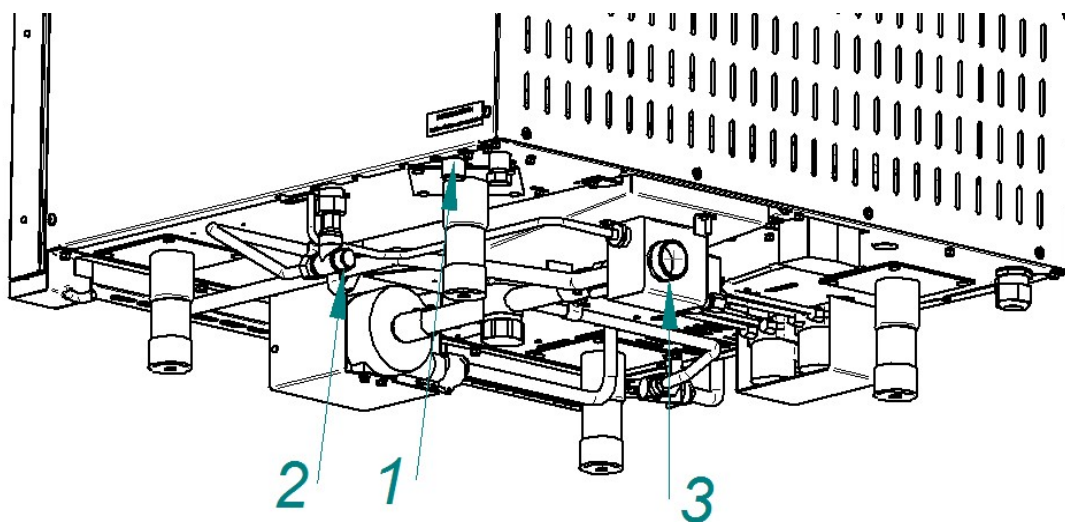

Рис. 3. Подключение к системе водоснабжения
- G3/4 наружная резьба (рис.3 поз.1) – парогенератор. Подключать через водоумягчительную установку (водородно-ионного обмена) или фильтр воды. Рекомендуется использовать фильтр BRITA PURITY C300 Quell ST.
- G1/2" наружная резьба (рис.3 поз.2) – душевое устройство и охлаждение коллектора. Допускается подключать к неподготовленной воде.
- используя шланг из комплекта поставки, подключить пароконвектомат к системе канализации (рис. 31). Шланг подключить к штуцеру с наружной резьбой G1¼" (рис.3 поз.3). Подключение к канализации выполнить с разрывом струи не менее 20мм от верха приемной воронки (СНиП 2.04.01-85 п. 17.11).